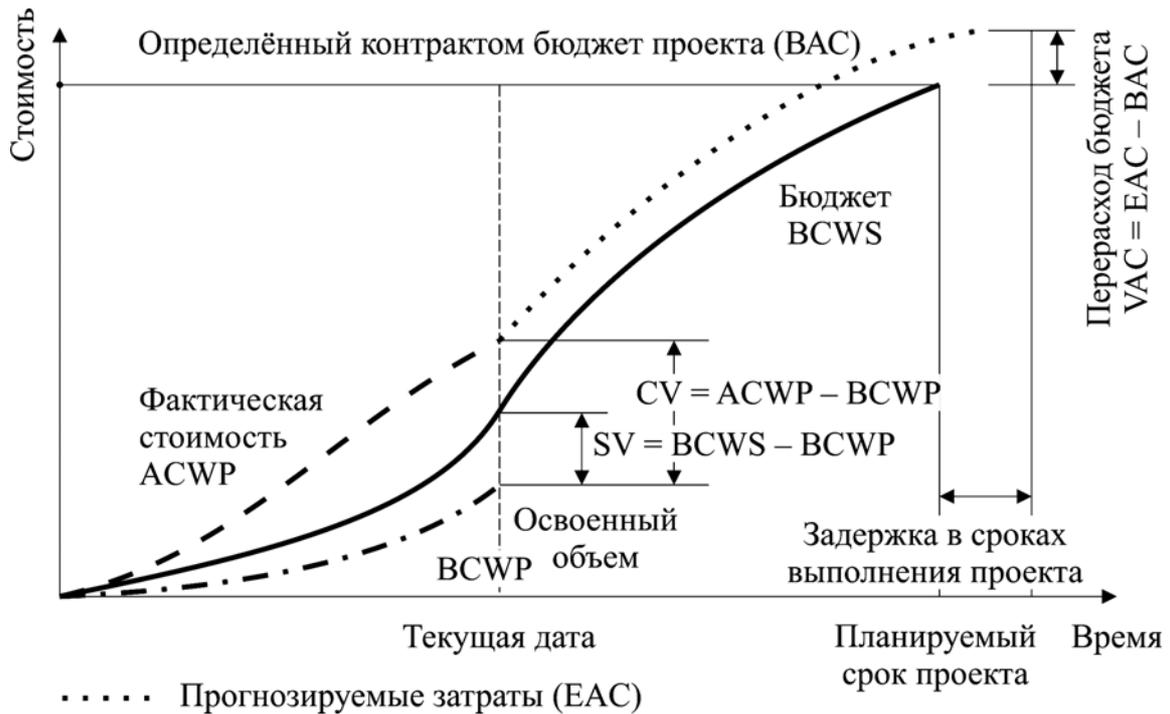

Рис. 3.53 — Графическая нотация освоенного объема
9. Средствами Excel или MathCad, используя данные таблицы 3.6 (затраты, бюджет, освоенный объем, индексы выполнения), построить графики для трех периодов *контроля стоимости* в координатах стоимость-время (пример, рис. 3.53).